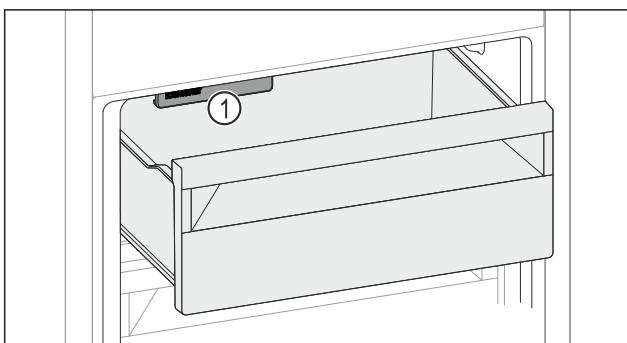

Fig. 49
- ▶ IceMaker Fig. 49 (1) berücksichtigen.